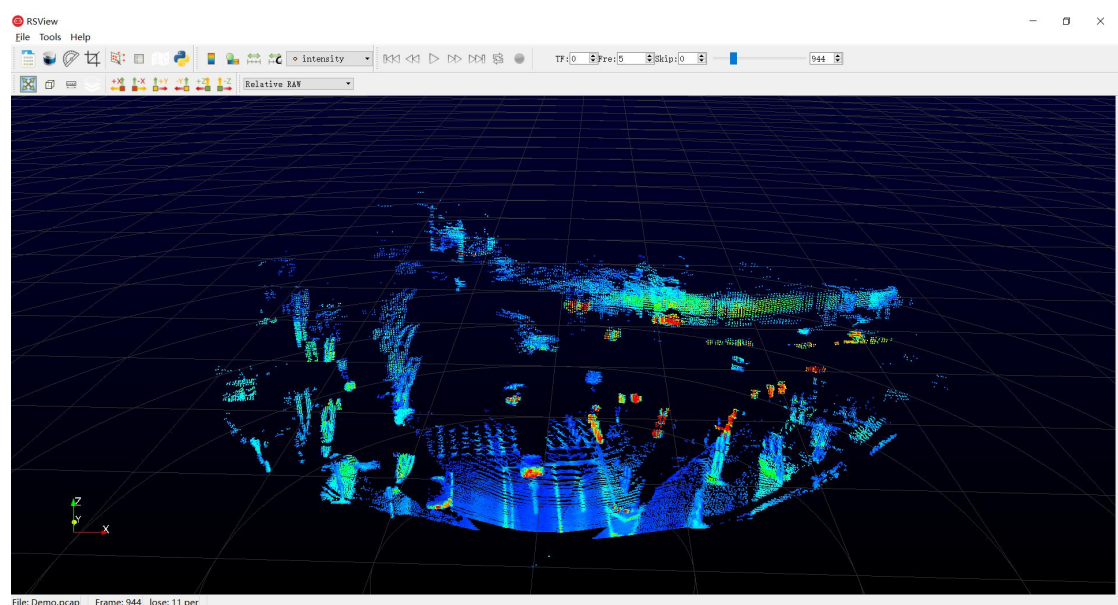

图 B-3 RS-LiDAR-M1 (B2 样件) 点云图像
5. RSView 开始显示实时采集到数据(图 B-3)。可以通过点击 **Play** 按钮暂停，再点击一次可以继续显示。